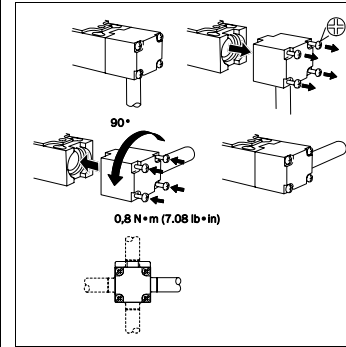

Abb. 3: Umstellen der Betätigungsrichtung
- Schrauben mit 0,8 Nm anziehen (Abb. 3).